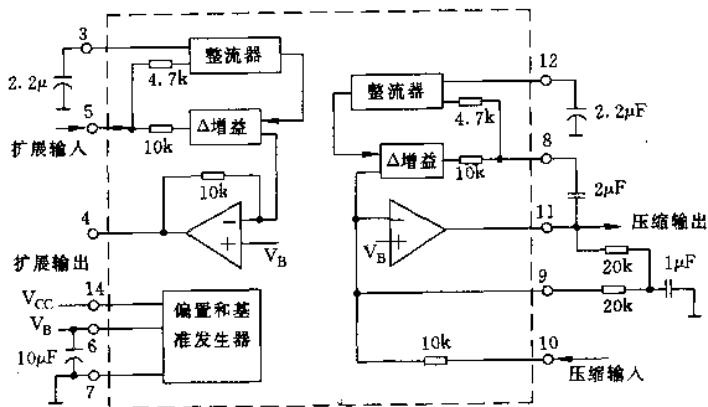
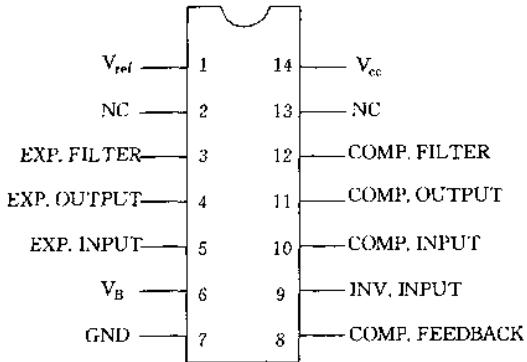

图 2-29
图 2-30
(1)  $\mu$ C33110 压缩扩展器的简化框图和引脚图见图 2-29 和图 2-30 所示。引脚说明如下: